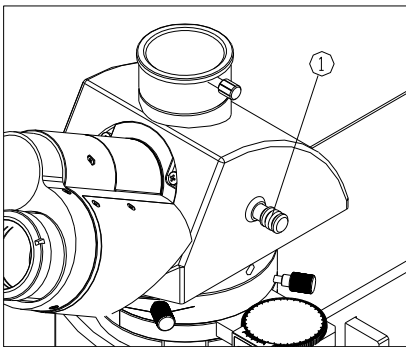

图 35
对于三目观察筒，光路选择杆①控制双和三通的光能比。当光路选择杆推到最里面时，光线全部进入双目观察筒，拉到最外面时，双目与三通为 5:5，一般情况下，进行双目观察时，将选择杆推到最里面，而三通观察（摄像、摄影）时，必须将光路选择杆拉到最外面。（如图 35）